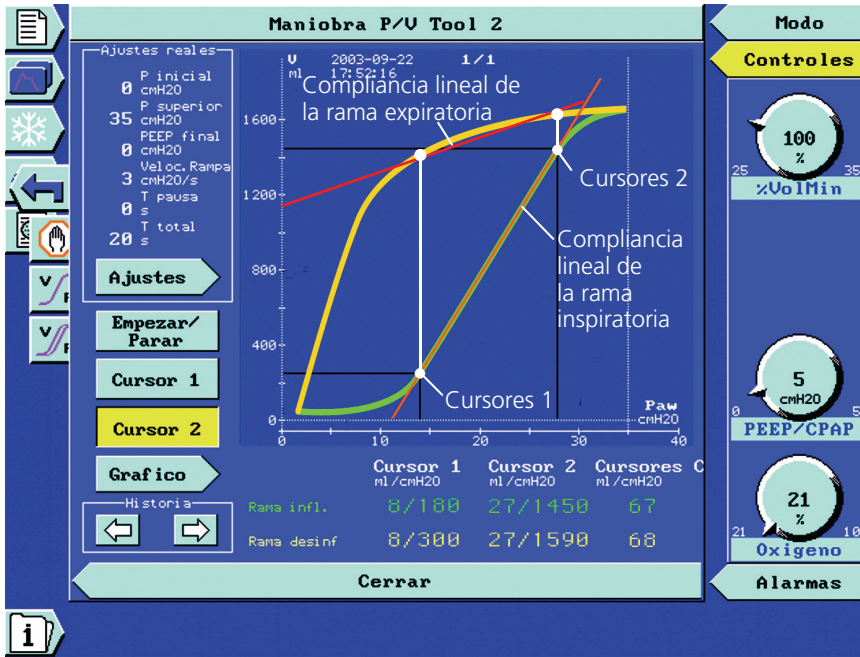

Figura 7-9. Uso de la función del cursor: creación de la curva de compliancia lineal
e	Gráfico. Abre un menú que permite cambiar el tipo de curva visualizada (Figura 7-9).
1. Seleccione y active **Cursor 1**; a continuación, gire la perilla-M para seleccionar el punto de la curva donde cree que está situado el punto de inflexión inferior (Figura 7-9). Desactive **Cursor 1**.
1. En la ventana de **Maniobra P/V Tool 2**, seleccione la flecha **Gráfico** y, a continuación, actívela. Se mostrará el menú **Gráfico P/V Tool 2** (Figura 7-9).